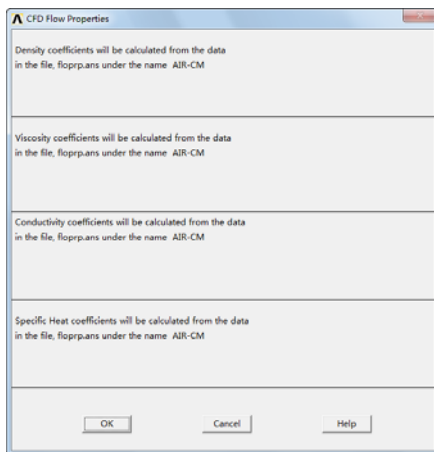

图 6-21 “CFD Flow Properties”对话框
④单击“Apply”按钮，会弹出“CFD Flow Properties”对话框，如图 6-21 所示，确认信息是否正确，单击“OK”按钮关闭该对话框。